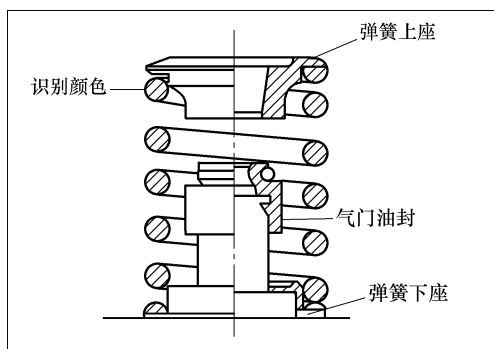

图 2-72 安装气门弹簧
2) 安装气门弹簧。如图 2-72 所示, 安装气门弹簧时, 应使涂有识别颜色的一端朝向气门弹簧上座。